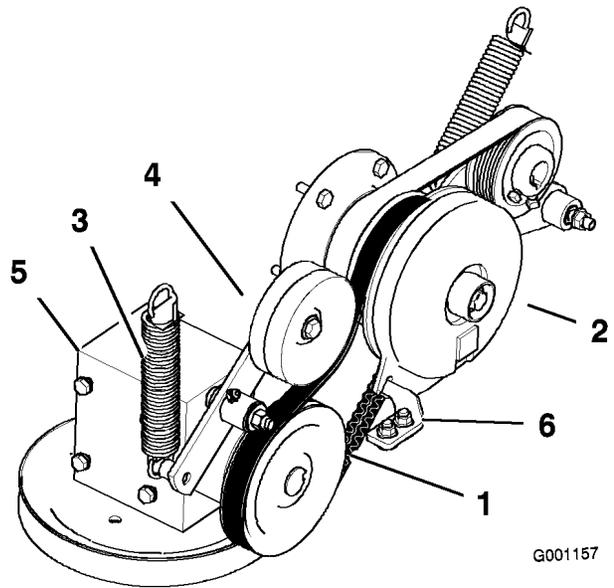

Figure 59
4. Débranchez le ressort du bras de la poulie de tension (Figure 59).
7. Montez la nouvelle courroie d'entraînement de PDF autour de la poulie d'embrayage et de la poulie du boîtier d'engrenages (Figure 59).
9. Raccrochez le ressort au bras de la poulie de tension (Figure 59).